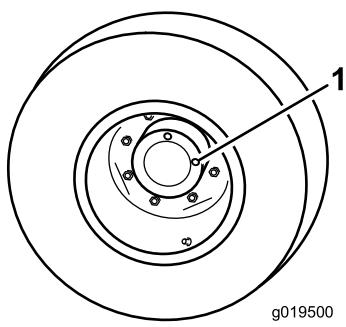

Figura 66
- Retire o tampão da posição das 3 horas (Figura 66).